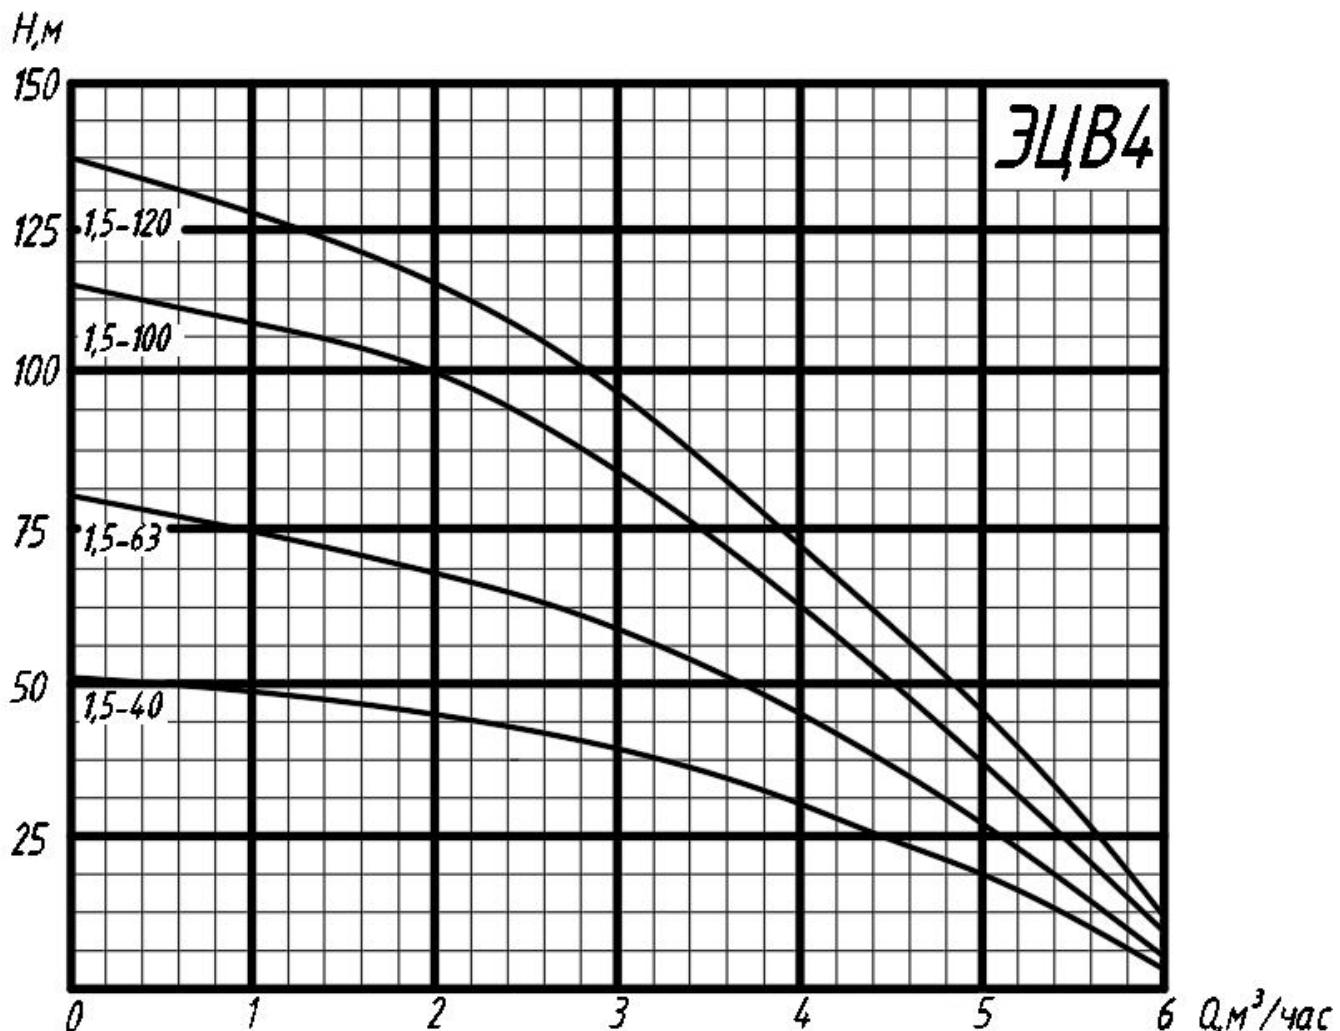

Рис.1
2.2 Напорные характеристики ЭЦВ4-(однофазный) приведены на рис. 1.
Объемная подача агрегата (Q) зависит от глубины залегания воды, диаметра и длины водоподъемного трубопровода и высоты подъема воды над поверхностью земли. Приближенно объемную подачу можно определить с помощью напорной характеристики (рис. 1) по фактическому напору (H), создаваемому агрегатом для подъема воды из скважины.
При эксплуатации агрегата с максимальной объемной подачей и минимальным напором (см. рис. 1) возрастают потребляемая мощность, нагрузки на электродвигатель и рабочие органы насоса. КПД агрегата при этом минимальный. Оптимальным режимом эксплуатации агрегата является его работа при номинальном напоре и номинальной объемной подаче (см. табл. 1).